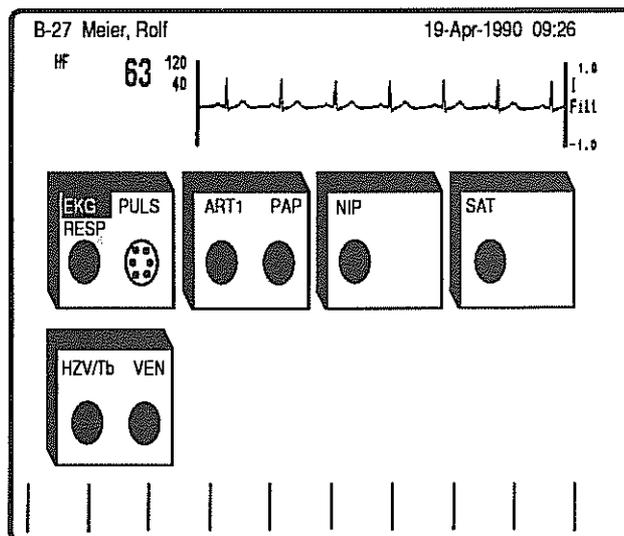

Bild 7
- * Befindet sich die Modulbox nicht beim Gerät, so können Sie auch dazu die Taste **Set up** am Monitor drücken. Es erscheint dann eine schematische Darstellung der Module mit den angeschlossenen Signalleitungen (Bild 7).